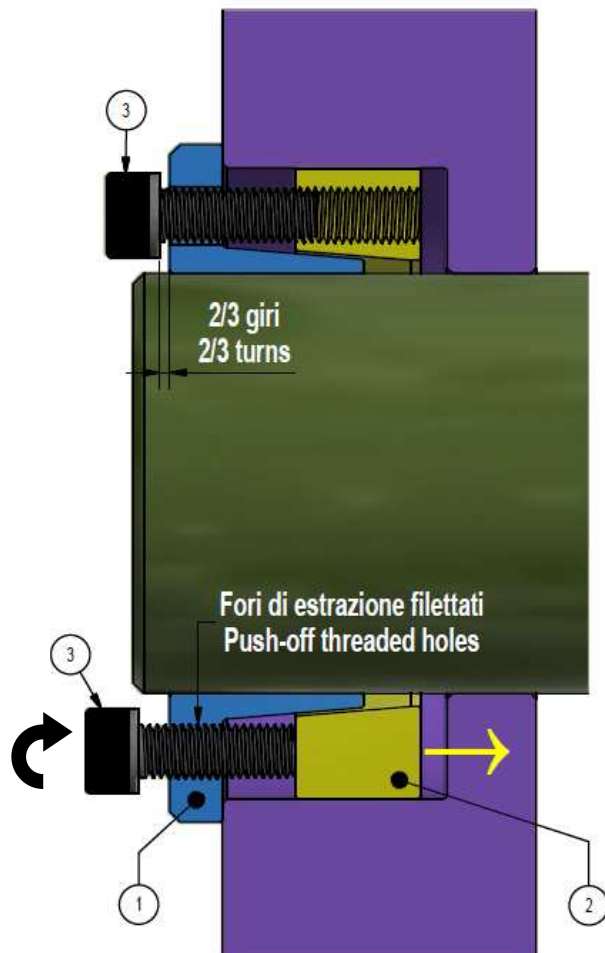

Fig. 4. Sbloccaggio dell'anello esterno.
2. Allentare tutte le viti di due/tre giri e spostarne un numero corrispondente in tutti i fori di estrazione filettati dell'anello interno. Sbloccare l'anello esterno, **avvitando progressivamente queste viti in più passate, secondo uno schema a croce, serrando di ¼ di giro circa ad ogni passata (fig. 4)**. Partire con una vite posizionata a circa 90° rispetto al taglio; le viti adiacenti al taglio vanno serrate in sequenza.